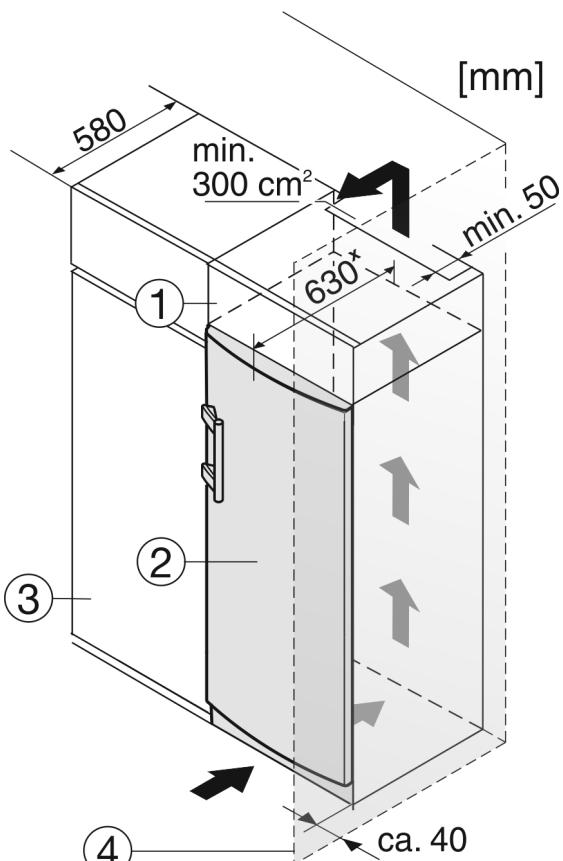

Fig. 11
L'apparecchio può essere incassato nell'arredamento per la cucina. Per adattare l'apparecchio Fig. 11 (2) all'altezza della cucina componibile, è possibile applicare sopra l'apparecchio un adeguato mobile da appoggio Fig. 11 (1).
Si la cocina posee armarios (profundidad máx. 580 mm), el aparato se puede colocar directamente junto al armario de cocina Fig. 11 (3). El aparato sobresale 34 mm^x por los lados y 50 mm^x en el centro del aparato respecto al frente del armario de cocina.
Se l'apparecchio con cerniere viene installato accanto ad una parete Fig. 11 (4), la distanza minima fra l'apparecchio e la parete deve essere almeno di 40 mm, che corrisponde alla sporgenza della maniglia con la porta aperta.